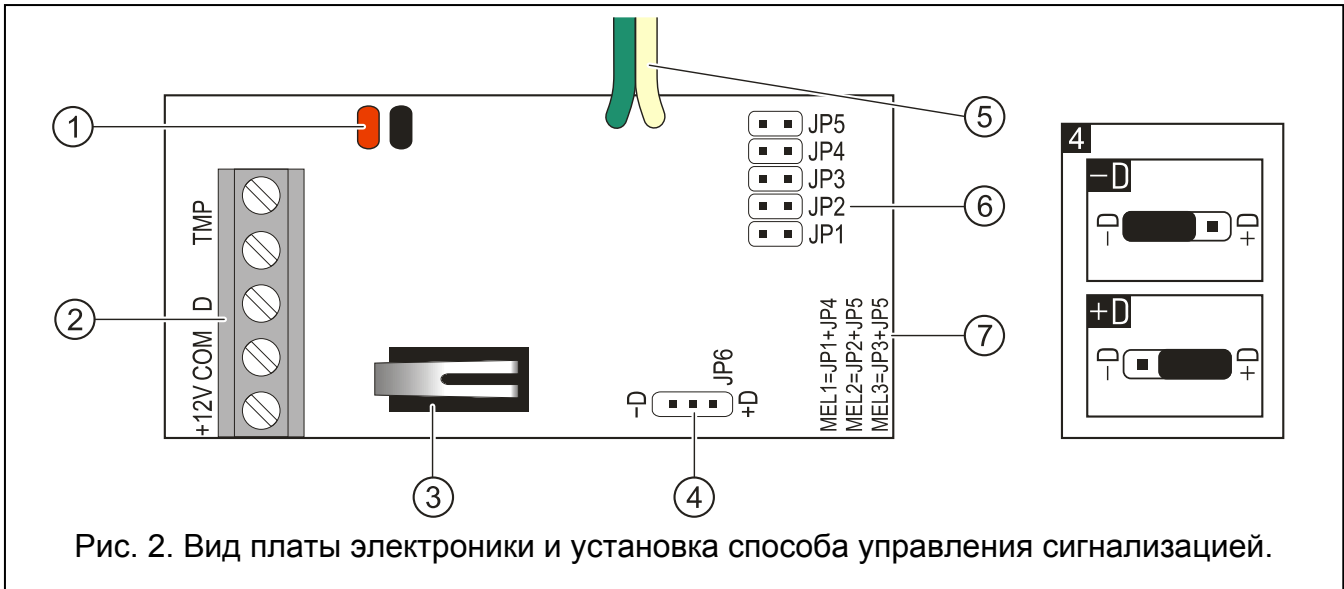

Рис. 2. Вид платы электроники и установка способа управления сигнализацией.
- 5 - плата электроники (рис. 2).